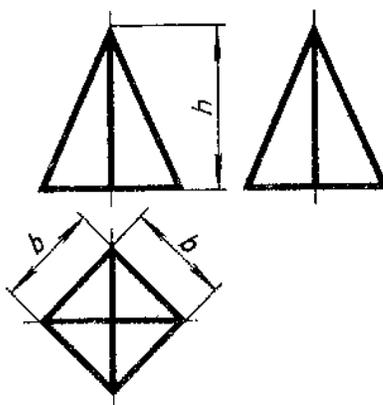

Рисунок 21
**Пирамида.** Считаем, что горизонтальная плоскость проекций параллельна основанию пирамиды. Тогда фронтальная и профильная проекции имеют форму треугольника, а горизонтальная совпадает с основанием пирамиды. Если пирамида треугольная, то и горизонтальная проекция – треугольник (Рисунок 21).